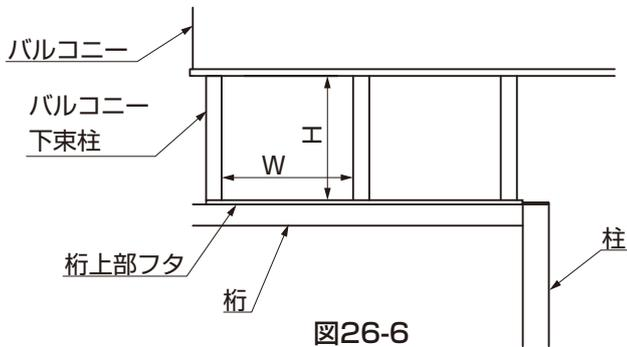
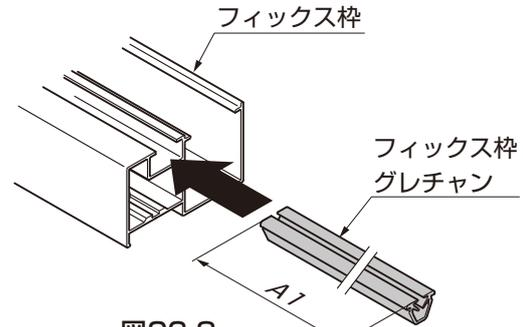

図26-6
図26-8
- ①バルコニー下束柱の内々 (W寸法)、桁上部フタからバルコニー下面まで (H寸法) を測定してください。(図26-6参照)
- ②フィックスパネルを「32. 面材の切出し」を参照して切断してください。
- ③フィックス枠間口用、フィックス枠グレチャン、フィックス枠フタを切断してください。(表26-1、表26-2、図26-8参照)
- ④フィックス枠にフィックス枠グレチャンを取付けてください。(図26-8参照)
- ⑤フィックス枠連結金具とフィックス枠、フィックス枠パネルを【26-1】で取付けて、正面フィックス枠を組立ててください。